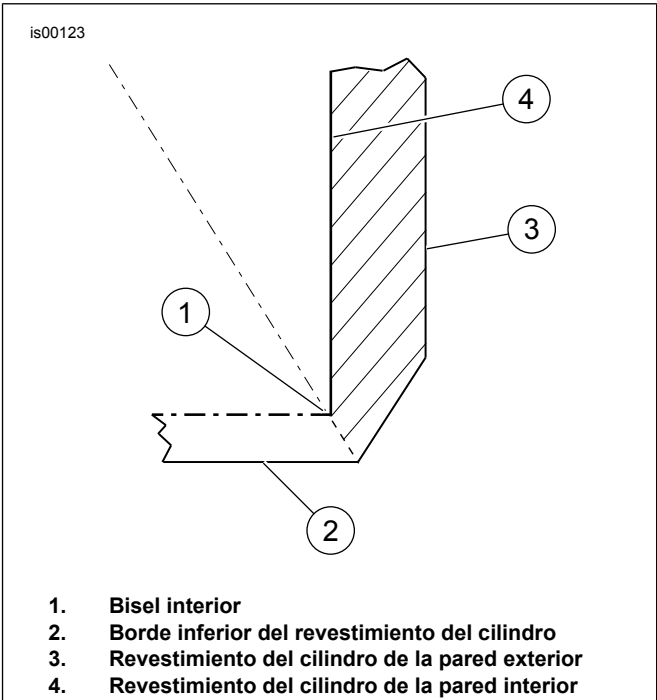

Figura 2. Bisel interior y borde inferior del revestimiento del cilindro
7. Vea Figura 2 . Después de mecanizar y afinar, biselar el borde interior inferior (1) del revestimiento del cilindro. El bisel proporciona una superficie biselada para facilitar la instalación del cilindro sobre los anillos del pistón. Romper el borde de ataque del revestimiento a una superficie plana. El borde inferior del revestimiento (2) será algo afilado después del mecanizado. Este borde afilado podría causar fácilmente daños durante la instalación del cilindro.